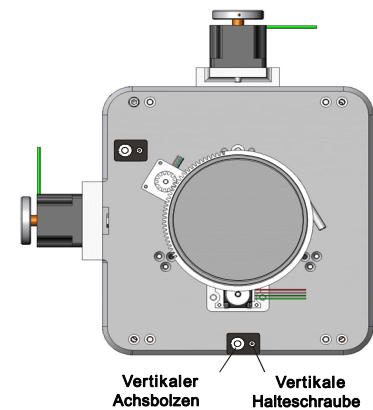

Abbildung 3-42 Vertikale Mittelachse
1. Lösen Sie die **vertikale Halteschraube**. Siehe **Abbildung 3-42**.
8. Ziehen Sie die vertikale Halteschraube an, um die Position der Objektivhalterung beizubehalten. Prüfen Sie die Mittelachse erneut. Siehe **Abbildung 3-42**.